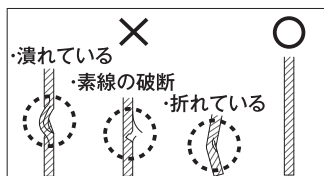

図3
- ・ワイヤーには折れ・素線の切断・潰れなど異常がないことをご確認の上ご使用ください(図3)。異常があった場合は使用を中止し、新しいワイヤーにお取り替えください。